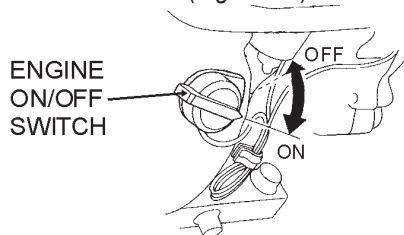

Figura 31. Interruptor del motor ENCENDIDO/APAGADO (posición de apagado)
2. Cambie el **interruptor del motor** de la consola **ENCENDIDO/APAGADO** (Figura 31) a **APAGADO**.